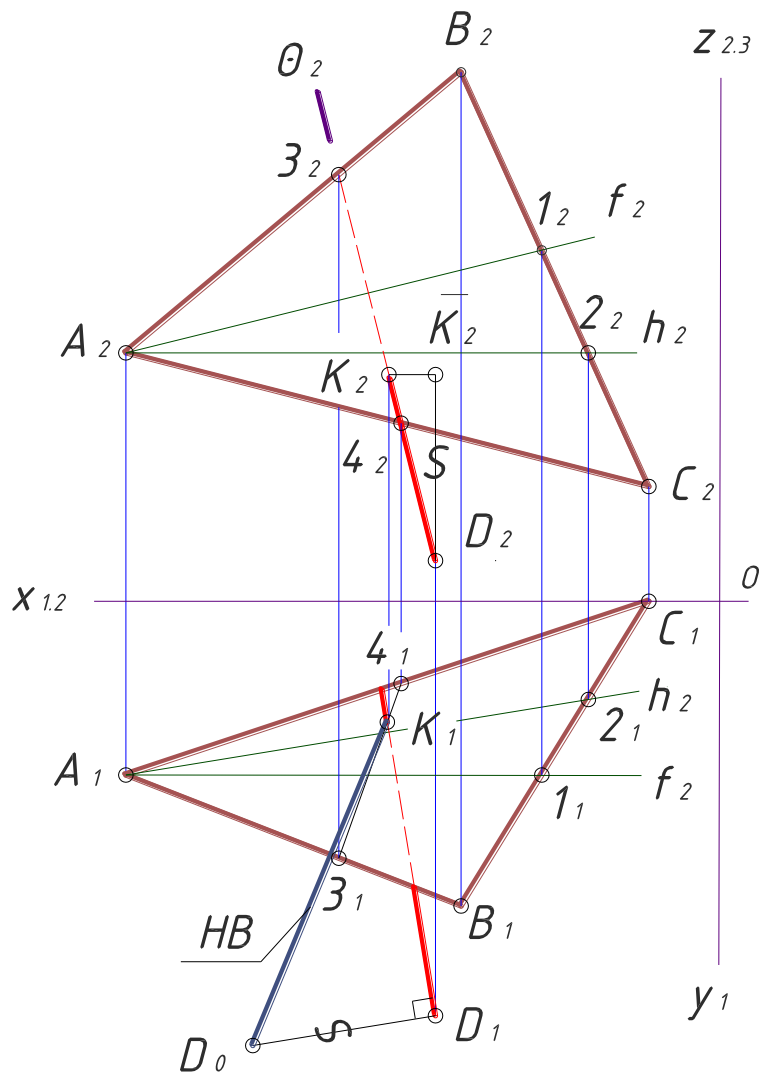

Рисунок 2.4. Определение натуральной величины перпендикуляра
5. Натуральная величина отрезка прямой  $DK$  определяется методом прямоугольного треугольника (рис. 2.4).